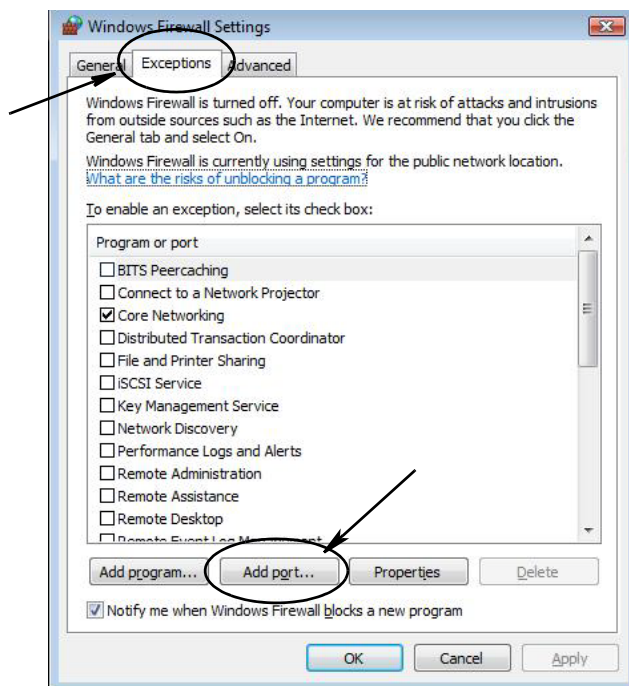

FIG. 28
3. Si todavía no está seleccionado, haga clic en la pestaña Excepciones para mostrar el contenido (FIG. 28).
4. Haga clic en el botón “Agregar puerto” (FIG. 28).